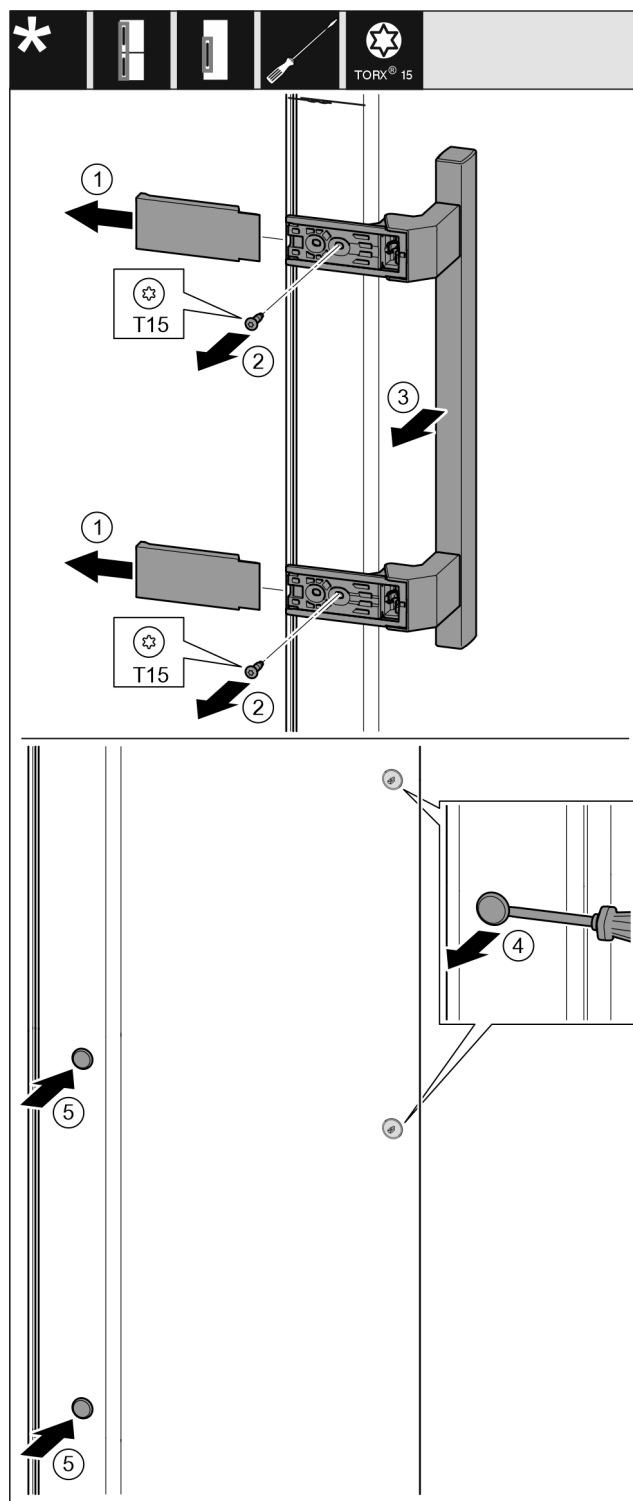

Fig. 19
- Rimuovere la copertura. Fig. 19 (1)
- Svitare le viti con un cacciavite Torx 15. Fig. 19 (2)
- Rimuovere la maniglia. Fig. 19 (3)
- Sollevare il tappo laterale con cautela con un cacciavite a taglio e estrarlo. Fig. 19 (4)
- Reinserire il tappo sull'altro lato. Fig. 19 (5)